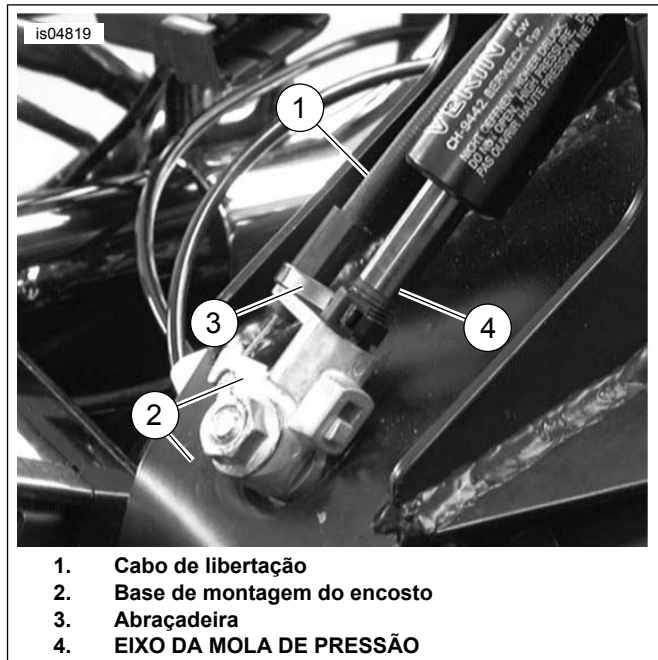

Figura 6. Fixar o Cabo à Base de Montagem do Encosto
12. Figura 6 Fixe o cabo de desengate (1) ao suporte de montagem do encosto (2), conforme indicado. Fixe cuidadosamente o cabo no eixo da mola de pressão (4) com a correia do cabo incluída (3). Não aperte demasiadamente a cinta do cabo.